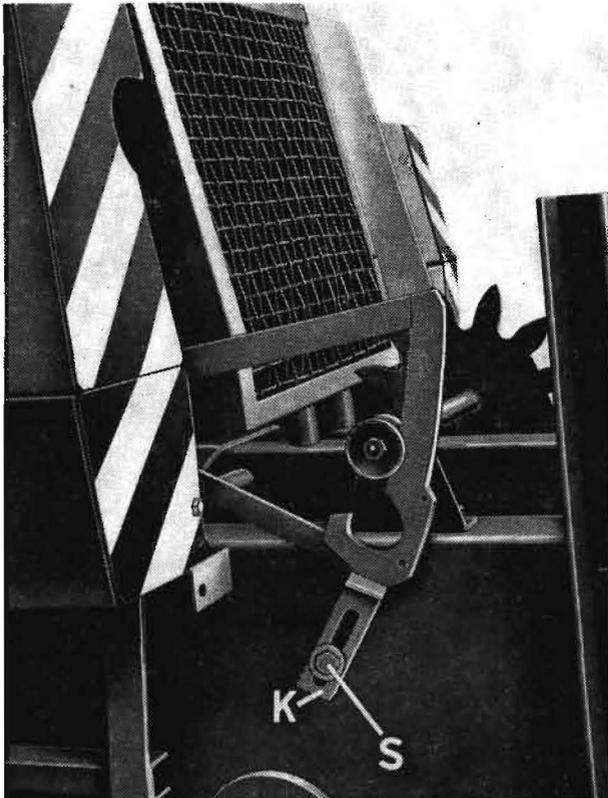

Bild 18
– Einstellen der Ballenlänge (Bild 18)